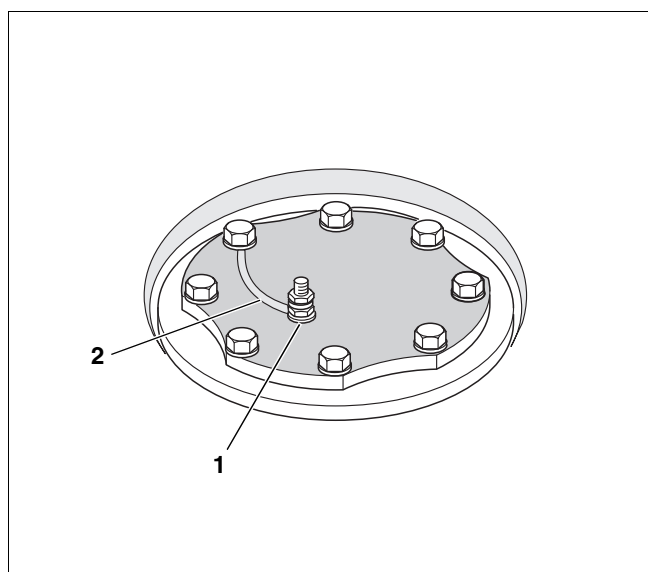

Fig. 5 Racord anod de magneziu
- Se verifică dacă cablul de împământare (fig. 5, poz. 2) este conectat la anodul de magneziu.